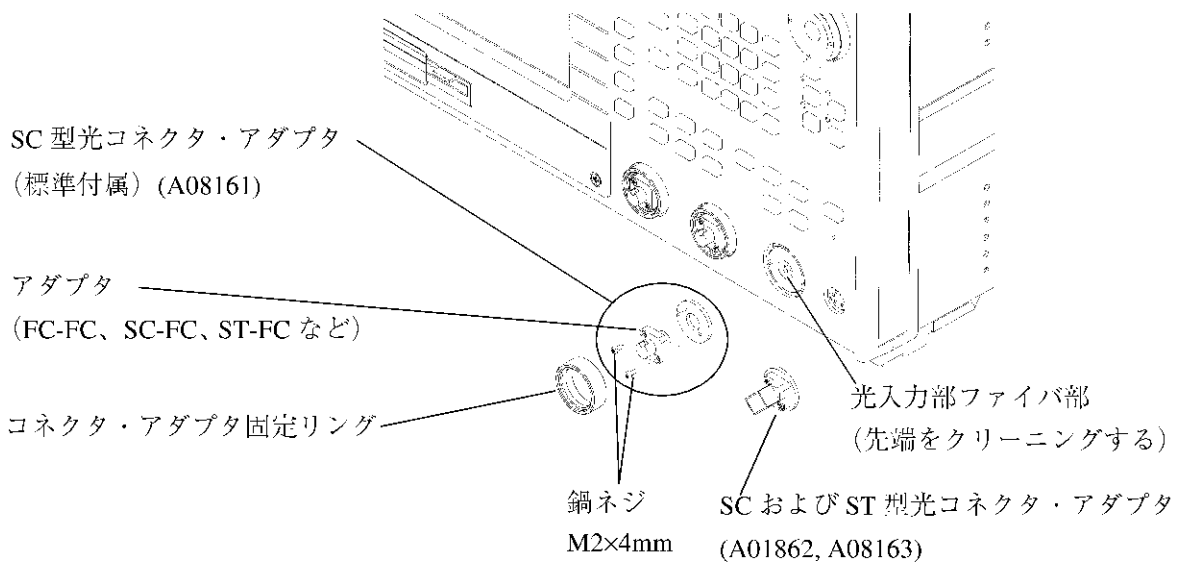

図 1-5 光入力部の構造
1. 図 1-5 のようにアダプタ固定リングを反時計方向に回して外します。
([図 1-5 光入力部の構造] 参照)